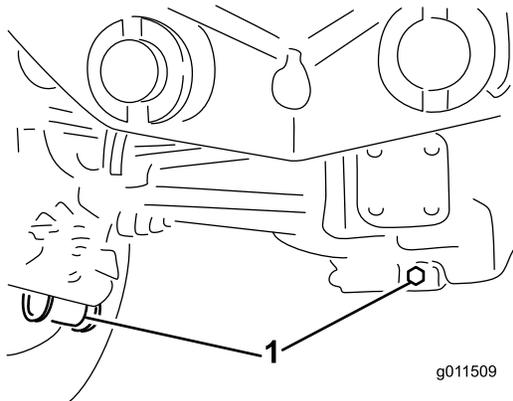

Рисунок 59
2. Очистите область вокруг трех пробок сливных отверстий, по одной на каждом конце и одной в центре (Рисунок 59).